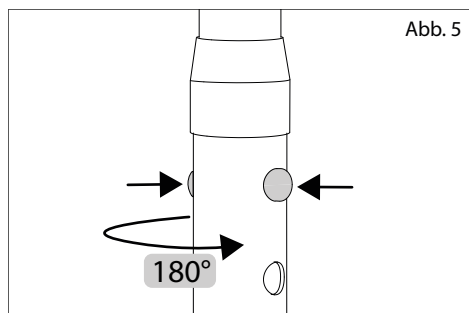

Abb. 5
4. Drücken Sie nun die Federstifte ein und drehen Sie das Griffrohr um 180°, ohne dabei die Höhe zu verändern (Abb. 5).